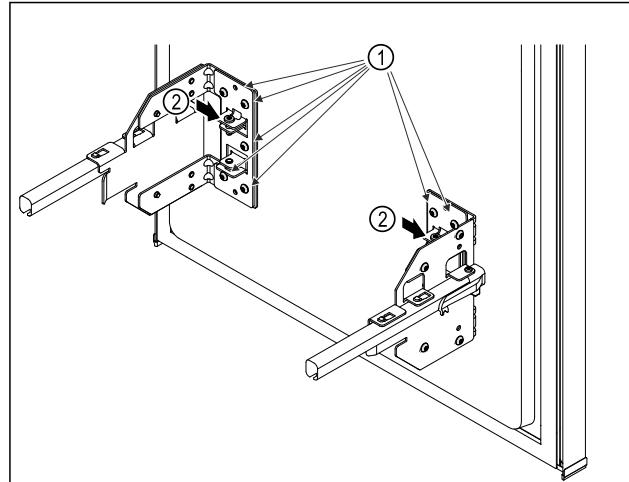

Fig. 8
- Немного открутите винты Fig. 8 (1).
- Поверните винты Fig. 8 (2), чтобы сместить выдвижной отсек вперед или назад.
- Затяните винты Fig. 8 (1) до упора.